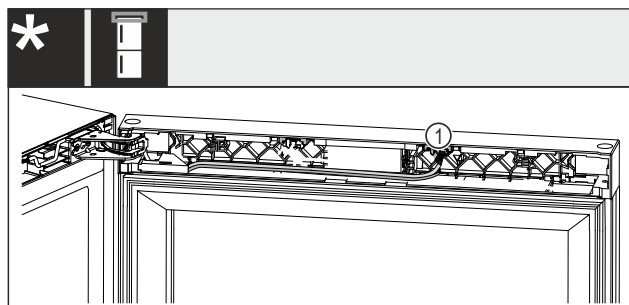

Fig. 22 Kombinovaná chladnička na víno s mrazničkou*
- ▶ Vytáhněte zástrčku Fig. 22 (1) z uložení.*